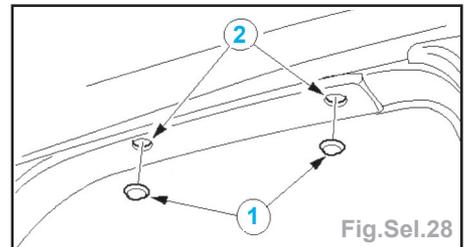

Fig.Sel.28
- déposer les chapeaux (1) de vis et les vis (2) de fixation, détacher le panneau du montant C (Fig.Sel.28),